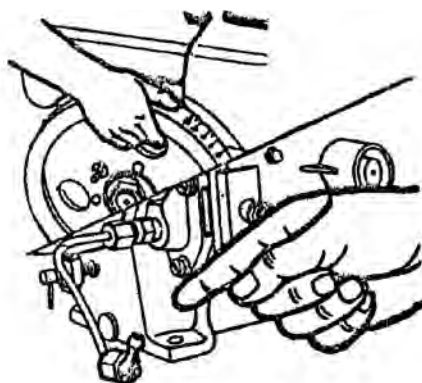

рис. 11
b.) Открутите три болта, фиксирующие выпрыскивающий насос, и снимите насос. После этого отрегулируйте впрыск топлива, увеличив количество регулировочных шайб. Обычно, добавление или снятие одной регулировочной шайбы толщиной 0,1 мм приводит к опережению или задержке впрыска на 1° (Рис. 11).